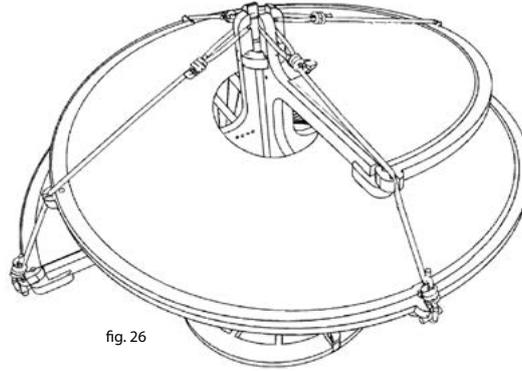

fig. 26
4) Ripetere le operazioni precedenti n. 1, 2, 3, 4 per gli altri tre tiranti fino ad ottenere quanto visibile in fig. 26.
4) Repeat the steps above (1,2,3,4) for the other three tie rods to obtain as shown in Fig. 26.